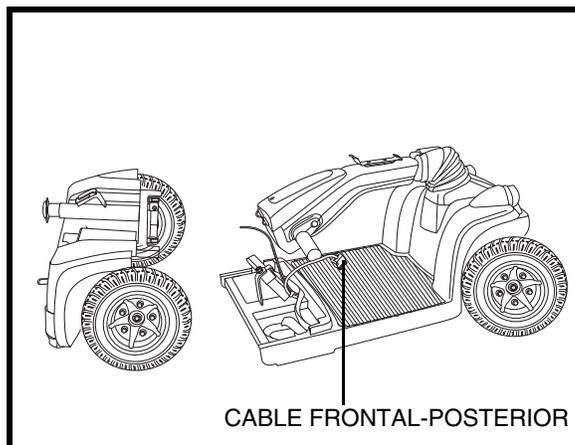

Figure 18. Secciones de la estructura
1. Coloque las secciones frontal y posterior de su scooter como se muestra en la **fig. 18**.